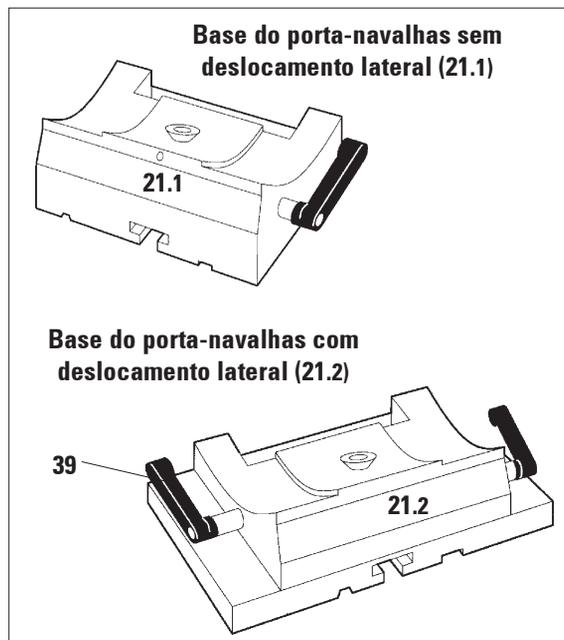

Fig. 25
- Para soltar o mecanismo de sujeição vire a alavanca de fixação (39, Fig. 25) (localizada no lado esquerdo da base do porta-navalhas) para frente.
- Para reapertar o mecanismo de sujeição, vire a alavanca (39) para trás.